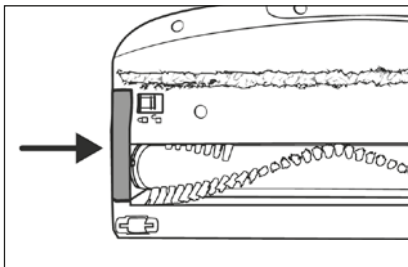

Fig. 27
- 6) Remplacez le support de rouleau de brosse 19 dans la brosse de sol 21. Poussez-le vers le bas jusqu'à ce qu'il s'enclenche dans la brosse de sol 21 avec un clic (voir fig. 27).